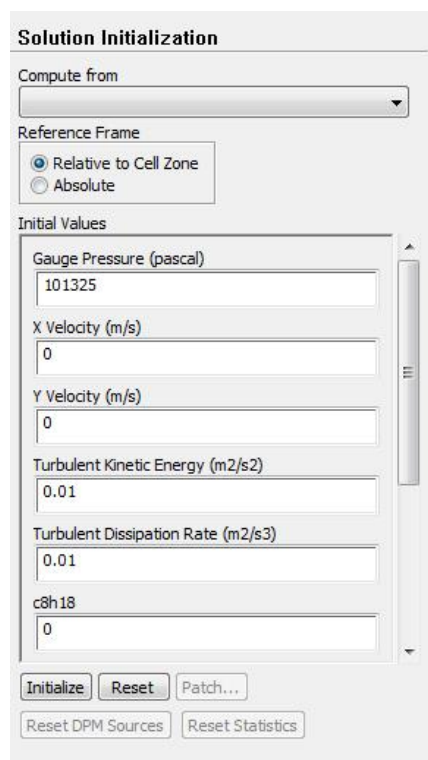

Рисунок 1.35 – Меню инициализации решателя
2. Затем следует установить параметры начальных условий для области потока с помощью процесса инициализации процесса решения (рисунок 1.35):